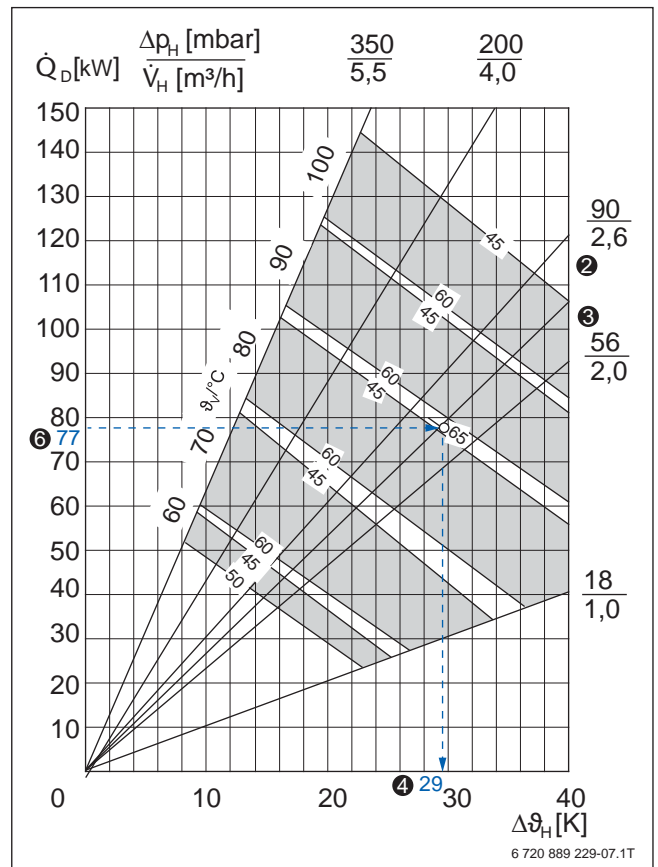

Bild 38 Warmwasser-Dauerleistung Logalux SU750.5; Beispiel blau hervorgehoben (Abhängige Größen → Bild 35, Seite 52, Vorlage → Bild 71, Seite 96)
Im Dauerleistungsdiagramm → Bild 71, Seite 96 ist bei der vorgegebenen Heizwasser-Vorlauftemperatur von 90 °C eine Hilfslinie für eine Warmwassertemperatur von 65 °C einzuzeichnen (Beispiel → Bild 38). Aus dem Dauerleistungsdiagramm ist jedoch nur die zugehörige heizwasserseitige Temperaturdifferenz $\Delta\vartheta_H = 29 \text{ K}$ ❹ eindeutig ablesbar.